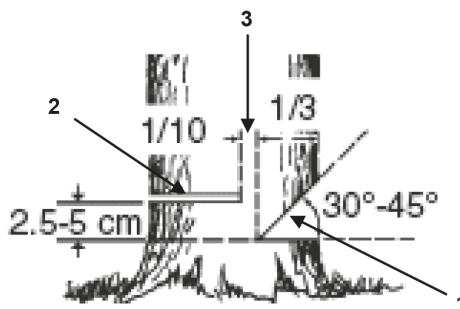

Рис. 10
4. Выберите направления падения дерева, для этого следует учесть силу и направление ветра, естественный наклон дерева, равномерность распределения веток в кроне дерева. Начните пилить с той стороны дерева, куда оно должно упасть (Рис. 10)